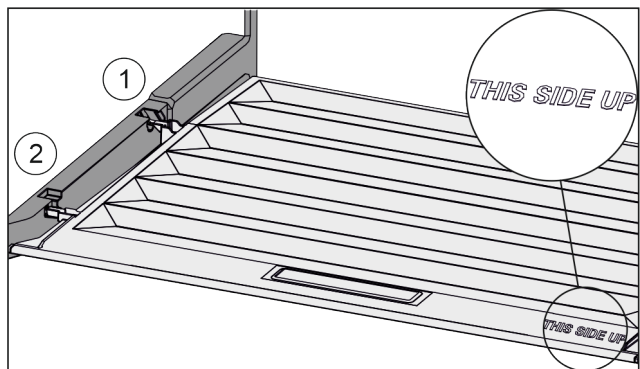

Fig. 98
- ▶ Пъхнете шийките на капака през отвора в задния държач Fig. 98 (1) и фиксирайте отпред в държача Fig. 98 (2).